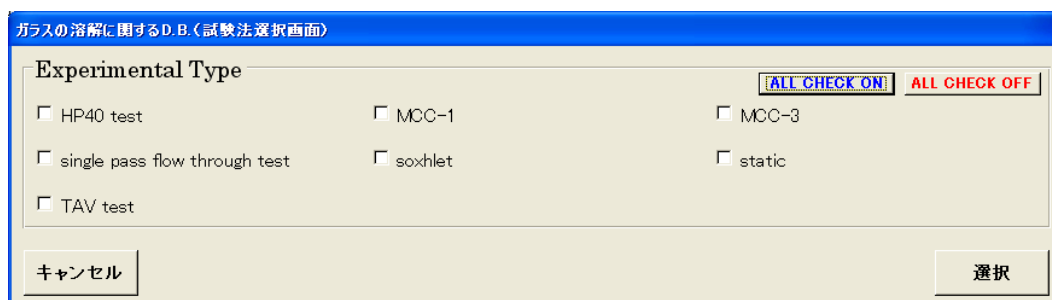

Fig.5 試験法選択画面
- ・ **試験法選択** ボタン: 試験法選択画面 (Fig.5) を表示する。
**試験法選択**ボタンをクリックすると、試験法選択画面 (Fig.5) が表示される。ここで検索したい試験法を選択して、**選択**ボタンをクリックすると、検索画面 (Fig.2) に選択した Experimental Type が表示される。試験法の選択は複数可能である。Experimental Type を変更する場合は、再度、**試験法選択**ボタンをクリックし、同様の操作を行う。
検索できる試験法は、試験法選択画面 (Fig.5) に表示される試験法のみ(最高 40 項目)となる。また、検索画面 (Fig.2) への試験法の直接入力も可能とする。